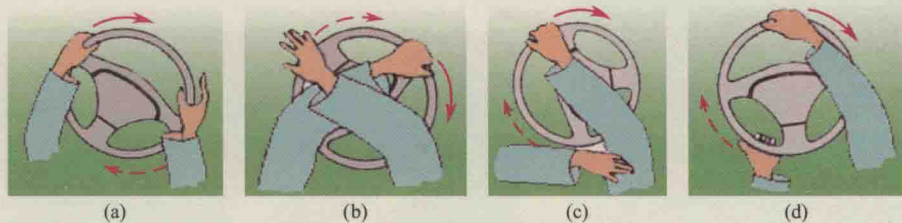

图1-6 连续向右转动转向盘
⑥ 连续向右转动转向盘 如图1-6所示, 连续向右转动转向盘与上述方法类似。